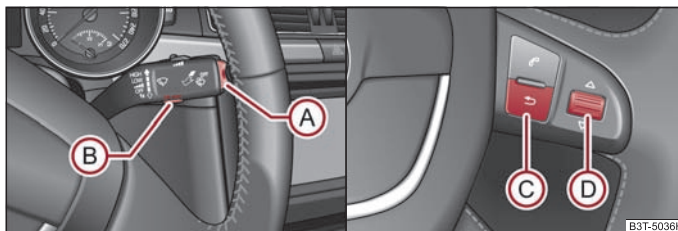

Fig. 19 Indicador multifunción: Elementos de mando en la palanca del limpiaparabrisas / elementos de mando en el volante multifunción
La conmutación de la memoria se efectúa por medio de la tecla **(B)** ⇒ fig. 19 en la palanca de limpiacristales o por medio de la tecla **(D)** en el volante multifunción* ⇒ fig. 19.
La tecla basculante **(A)** y la tecla **(B)** se encuentran en la palanca del limpiaparabrisas ⇒ fig. 19. La conmutación y reposición se efectúa en el volante multifunción por medio de la rueda moleteada **(D)** ⇒ fig. 19.
Si la temperatura exterior disminuye por debajo de +4°C, aparecerá delante de la indicación de la temperatura un símbolo de copo de nieve (señal de advertencia para calzada helada) y sonará una señal acústica de aviso. Después de pulsar la tecla basculante **(A)** ⇒ página 20, fig. 19 en la palanca de limpiacristales o la tecla **(C)** ⇒ página 20, fig. 19 en el volante multifunción* se reproducirá la función que se ha visto como última.
En la pantalla aparece el tiempo de marcha desde la última vez que se borró la memoria. Cuando desee medir el tiempo de marcha a partir de un momento determinado, deberá poner en este momento preciso la memoria a cero, pulsando para ello la tecla **(B)** ⇒ página 20, fig. 19 en la palanca de limpiacristales o la rueda moleteada **(D)** ⇒ página 20, fig. 19 en el volante multifunción* durante más de 1 segundo.
Quando desee medir el consumo medio a partir de un período determinado, deberá poner a principio de la medición la memoria a cero, por medio la tecla **(B)** en la palanca de limpiacristales ⇒ página 20, fig. 19 o la rueda moleteada **(D)** en el volante multifunción* ⇒ página 20, fig. 19. Tras borrarla, en la pantalla aparecerán guiones en los primeros 100 metros recorridos. ▶
En el display aparece el kilometraje recorrido desde la última vez que se borró la memoria ⇒ página 20. Cuando desee medir el kilometraje recorrido a partir de un momento determinado, deberá poner en este momento preciso la memoria a cero, pulsando para ello la tecla (B) ⇒ página 20, fig. 19 en la palanca de limpiacristales o la rueda moleteada (D) en el volante multifunción* ⇒ página 20, fig. 19.
por medio la tecla (B) ⇒ página 20, fig. 19 en la palanca de limpiacristales o la rueda moleteada (D) en el volante multifunción* ⇒ página 20, fig. 19.
- Pulse la tecla (B) ⇒ página 20, fig. 19 en la palanca de limpiacristales o la rueda moleteada (D) en el volante multifunción* ⇒ página 20, fig. 19. En la pantalla informativa* aparecerá **Speed warning 50 km/h (advertencia a 50 km/h)**. Puede aumentar o disminuir este valor con la tecla (A) en la palanca del limpiaparabrisas o girando la rueda moleteada (D) en el volante multifunción*.
- Pulsando repetidas veces la tecla (B) en la palanca del limpiaparabrisas o la rueda moleteada (D) en el volante multifunción* se memoriza este valor. ►
Si Vd. ahora sobrepasa el límite de velocidad ajustado, en la pantalla aparecerá **Speed 50 km/h exceeded (velocidad de 50 km/h sobrepasada)**. Este mensaje queda indicado, hasta que reduzca la velocidad a por debajo del límite ajustado o desactive el mensaje pulsando la tecla **(B)** en la palanca de limpiacristales $\Rightarrow$ página 20, fig. 19 o la rueda moleteada **(D)** en el volante multifunción* $\Rightarrow$ página 20, fig. 19.